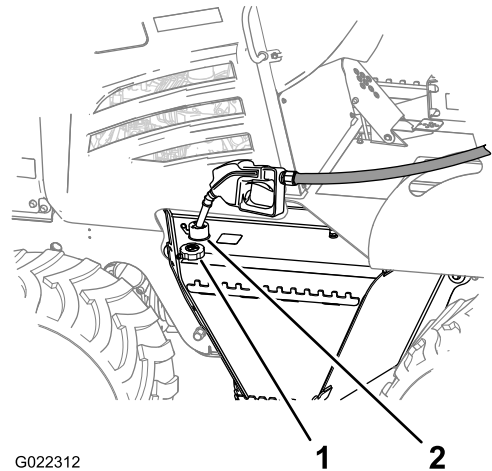

Figure 19
1. Nettoyez la surface autour du bouchon du réservoir de carburant (Figure 19) et enlevez le bouchon.